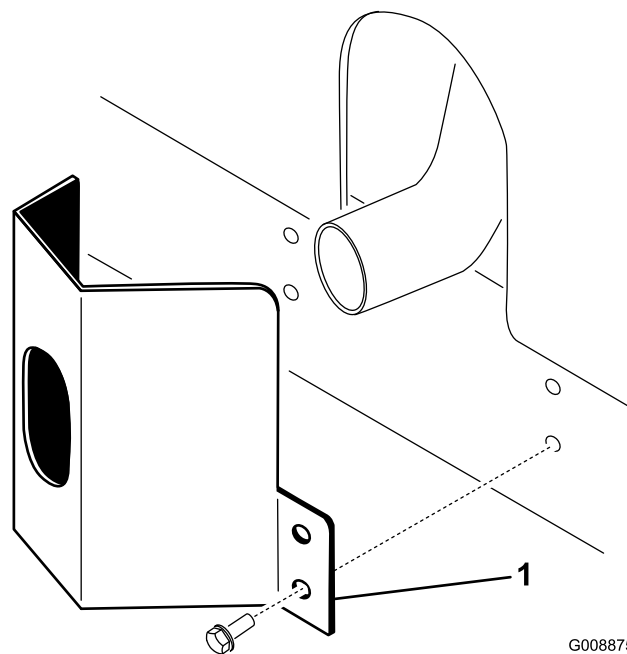

Figure 11
2. Fixez la protection de l'échappement au cadre à l'aide de 4 vis autotaraudeuses (Figure 11).
1. Placez la protection de l'échappement autour du silencieux et alignez les trous de montage avec ceux du cadre (Figure 11).